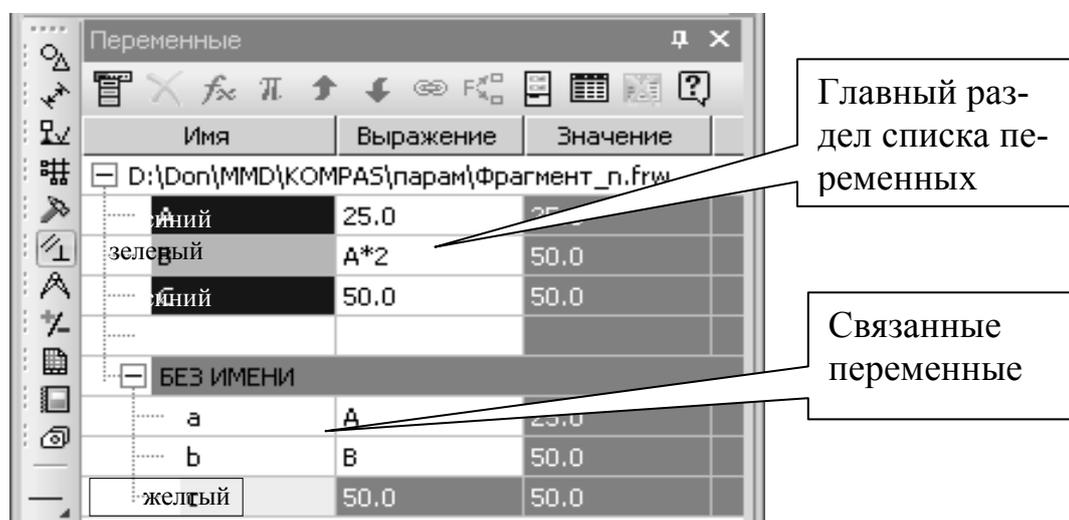

Рис. 5.3. Вкладка «Переменные»
Панель *Переменные* расположена в списке *Панелей инструментов* меню *Вид* (рис. 5.3).
4. В главный раздел списка переменных панели **Переменные** введите имена переменных пользователя, отличные от имен связанных переменных, вручную (рис. 5.3).